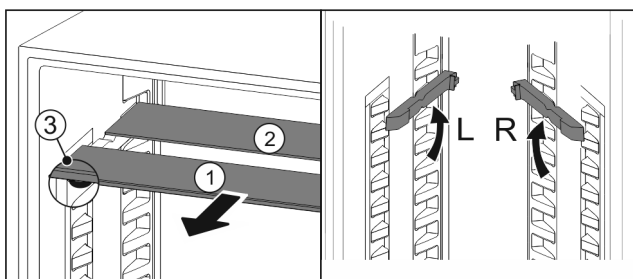

Fig. 82
- ▶ 将玻璃隔板逐个向前拉出 Fig. 82 (1)。
- ▷ 带装饰条的玻璃隔板 Fig. 82 (1)在前。
- ▷ 阻挡装置 Fig. 82 (3)指向下方。